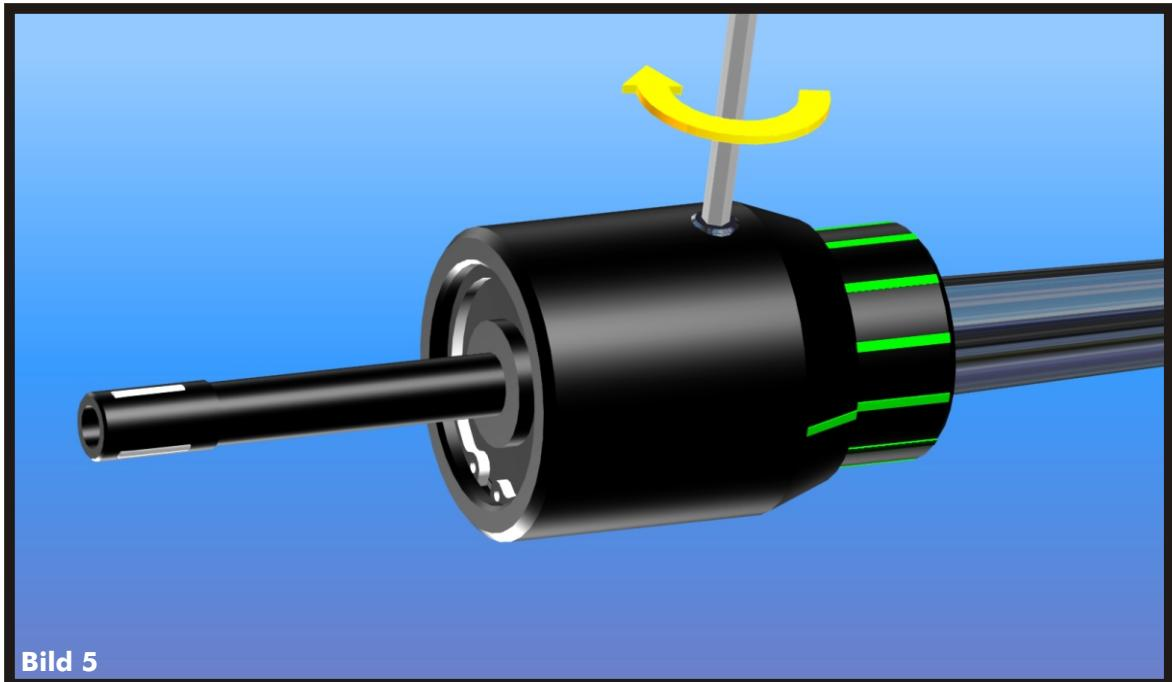

Bild 5
- > **Sichern Sie die Einstellung durch anziehen des Gewindestiftes im Gehäuse. (Bild 5)**